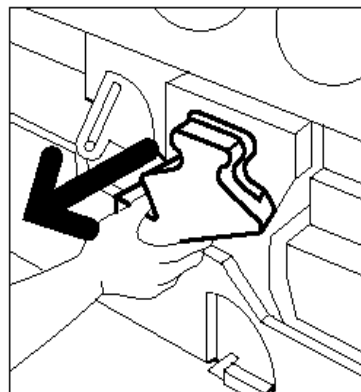

Figura 21: Retirar o Recipiente de despejo de revelador usado
- 4** Segure o Recipiente de despejo de revelador com a mão direita. Retire-o por completo da copiadora/ impressora, conforme ilustrado na Figura 21.